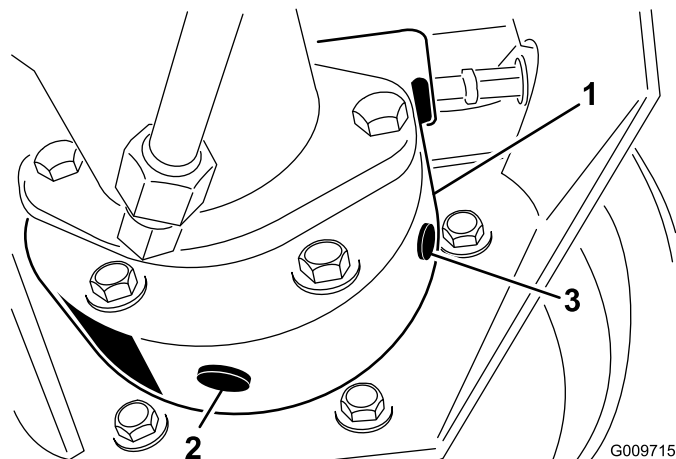

図 43
3. ホイールの反対側のブレーキ・ハウジング (図 43) の下にも容器を置く。